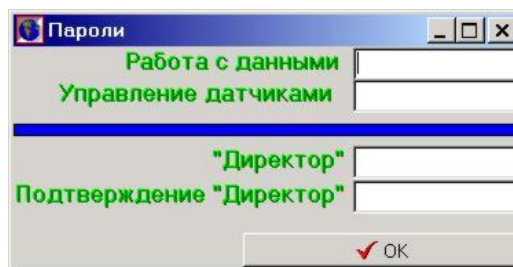

Рисунок 3.15 – Окно «Пароли»
- Подтверждение «Директор» – должен совпадать с паролем «Директор» для исключения ошибочного ввода с клавиатуры. Изменение паролей осуществляется из окна «Пароли» (рисунок 3.15).